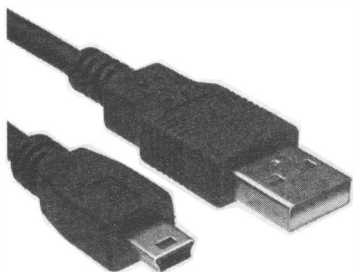

Рис. 4.8. Кабель для Arduino Nano
- ◆ для контроллера Nano требуется кабель с разъемом mini-USB (рис. 4.8);